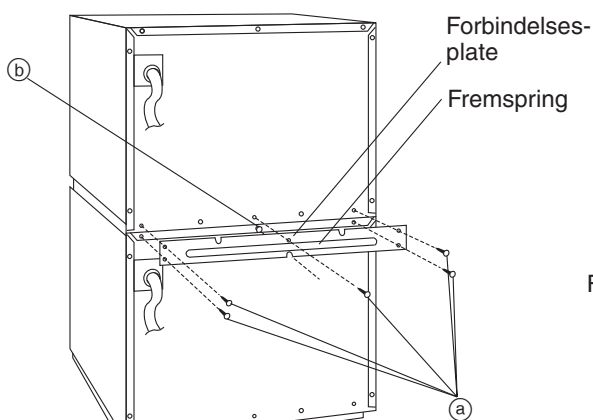

Fig. 1
1. Stable enhetene, og fjern fem skruer (a) som vist i fig. 1.